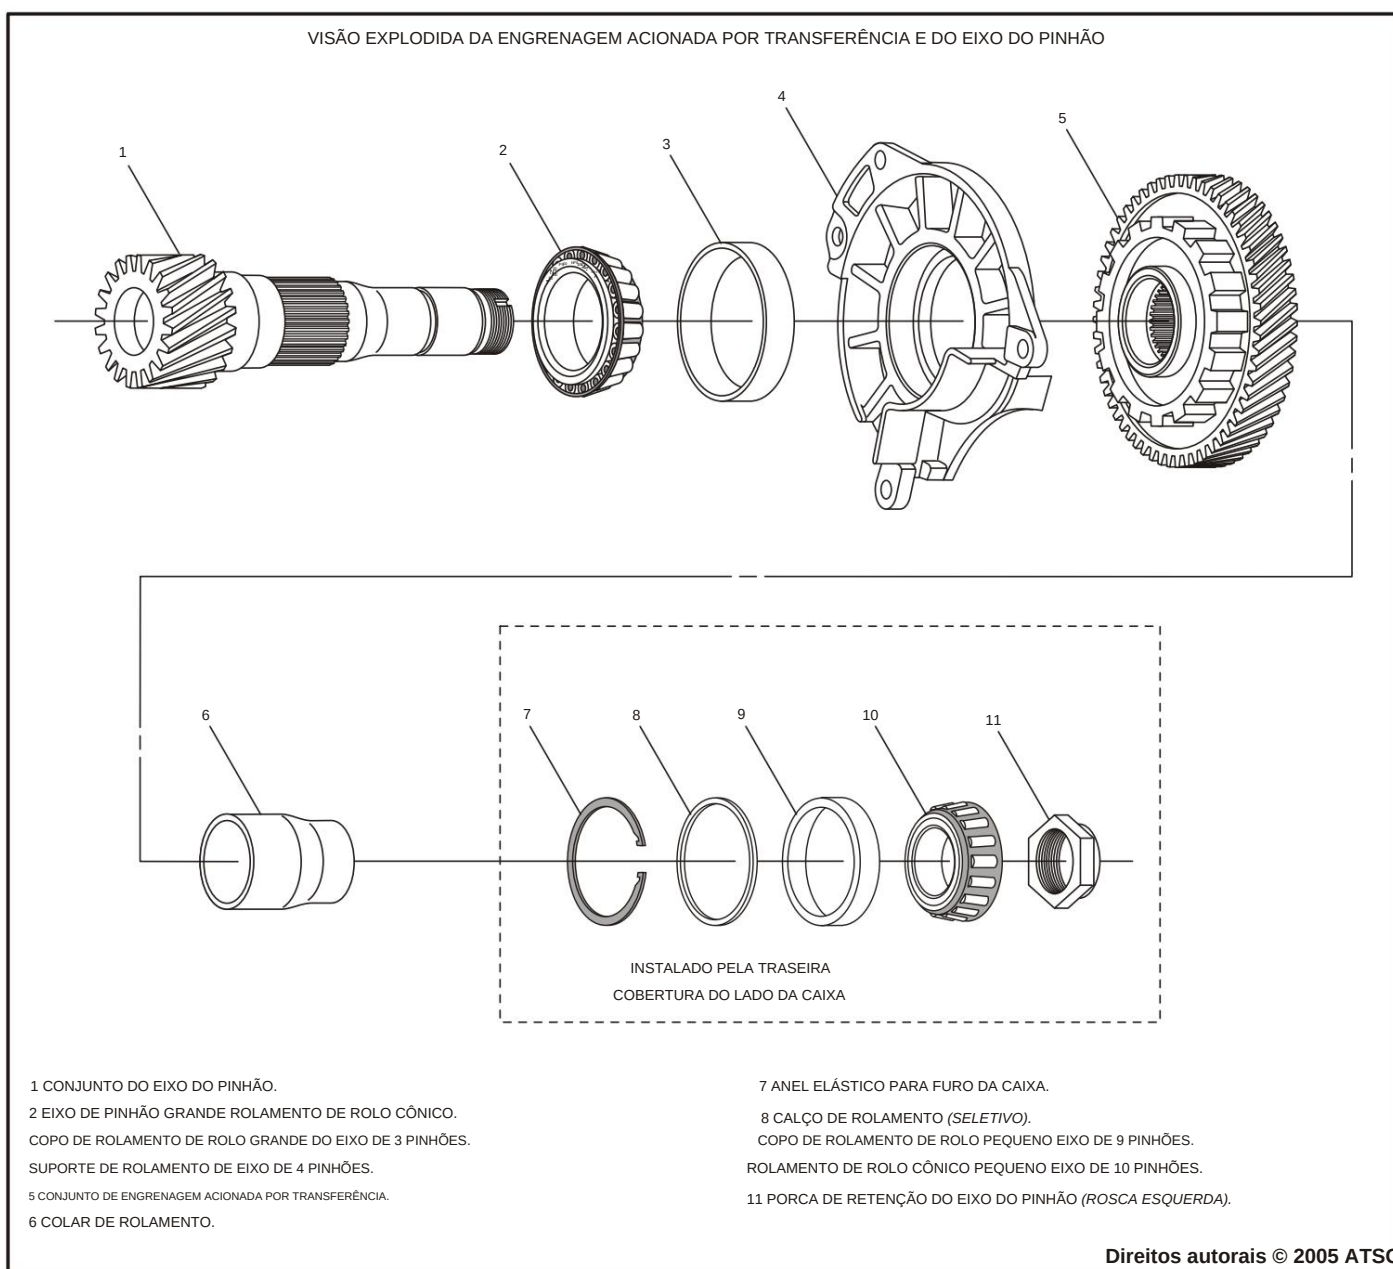

Figura 65
1. Desmonte a engrenagem acionada de transferência e o conjunto do eixo do pinhão usando a Figura 65 como guia.